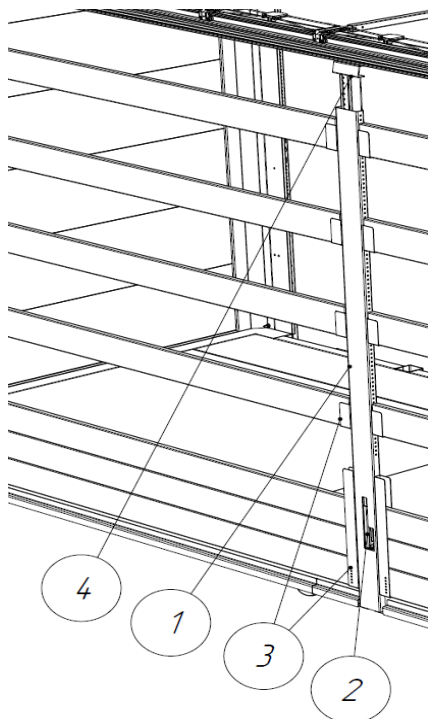

Рис. 1.24 – Боковая стойка
Боковая обрешётка для тентованного полуприцепа без бортов (рис. 1.24а) располагается с боковых сторон надстройки и представляет собой набор съёмных деревянных или алюминиевых профилей (2), установленных в пролётах между боковыми стойками в нижние карманы стоек (1).